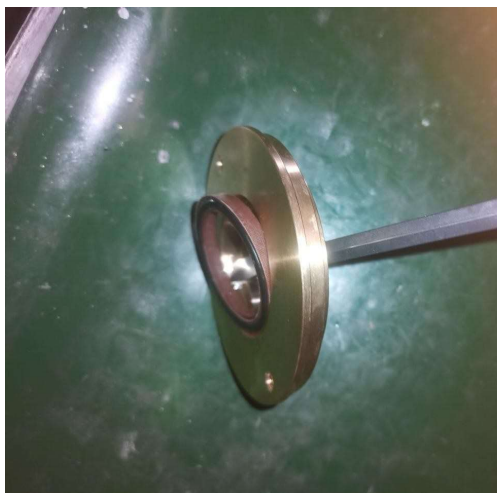

Рис. 8. Извлечение вспомогательного водяного уплотнения из задней направляющей втулки
6. Извлеките уплотнительное кольцо низкого давления (вспомогательное водяное уплотнение) из задней направляющей втулки (рис. 8). Для этого можно использовать плоскую отвёртку или аналогичный инструмент, стараясь не повредить посадочные поверхности.